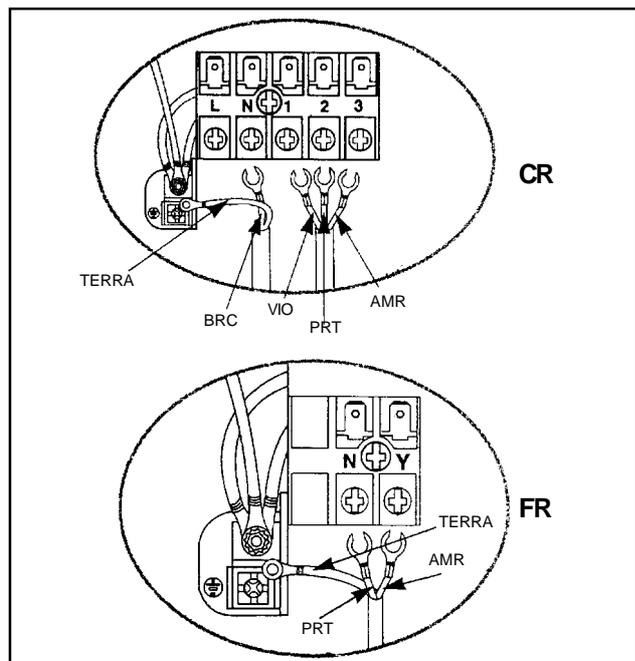

FIGURA 19 - BLOCO DE TERMINAIS
- Interligue as pontas desencapadas dos fios do cabo de conexão elétrica no bloco de terminais (Figura 19), segundo o diagrama elétrico específico (Ver item 7.3). Aperte bem os parafusos a fim de evitar que se soltem.